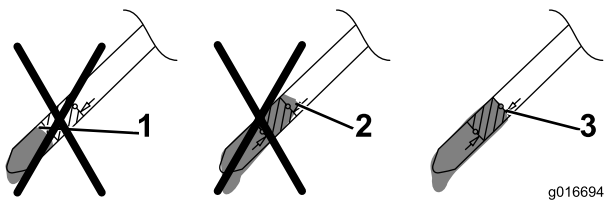

Figura 35
11. Retire a vareta e verifique o nível de óleo na vareta (consulte Figura 35).
- Se o nível de óleo estiver demasiado baixo, adicione uma pequena quantidade de óleo lentamente para o tubo de enchimento e volte repetir os passos 9 a 11 até o nível de óleo estar correto (ver a Figura 35).